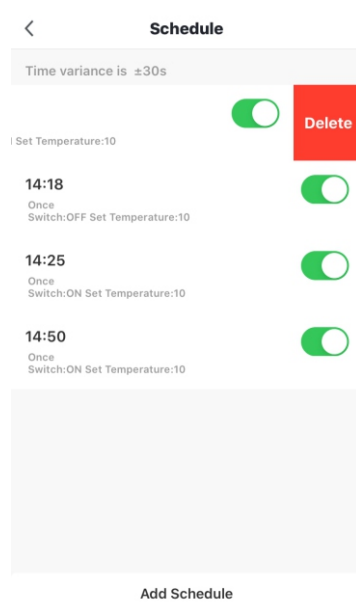

Bild13
- C) Drücken Sie die Schaltfläche „Speichern“ in der oberen rechten Ecke, um diese Einstellung während des Betriebs des Wochentimers („Stopp oder Start“) zu speichern, wie in Bild 13 gezeigt.